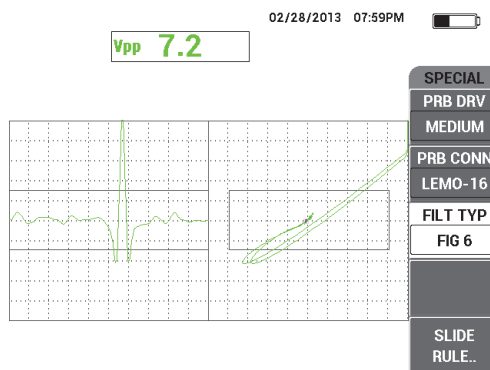

Abbildung 5-63 Filter ABB 6
5. Drücken Sie die Menütaste MAIN FILTER () und die Funktionstaste C, um **ART FILTER** auf **ABB 6** einzustellen (siehe Abbildung 5-63 auf Seite 187).